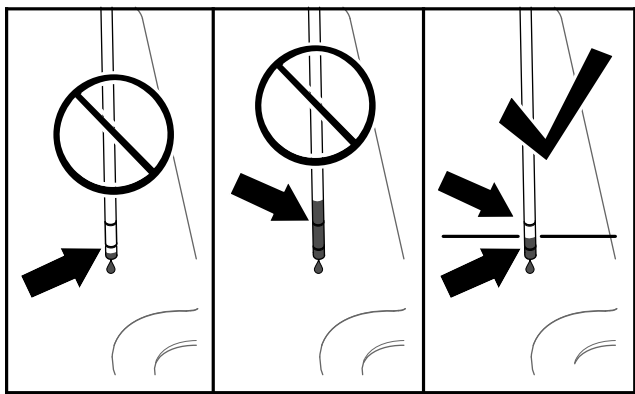

Figure 82
6. Ressortez la jauge et vérifiez le niveau de liquide (Figure 82).
7. Si le niveau de liquide est en dessous du repère minimum sur la jauge, versez le liquide hydraulique spécifié dans le tube de remplissage (Figure 82) jusqu'à ce que le niveau se situe entre les 2 repères sur la jauge.
8. Versez le liquide hydraulique spécifié dans le tube de remplissage jusqu'à ce que le niveau se situe entre les 2 repères sur la jauge (Figure 82).